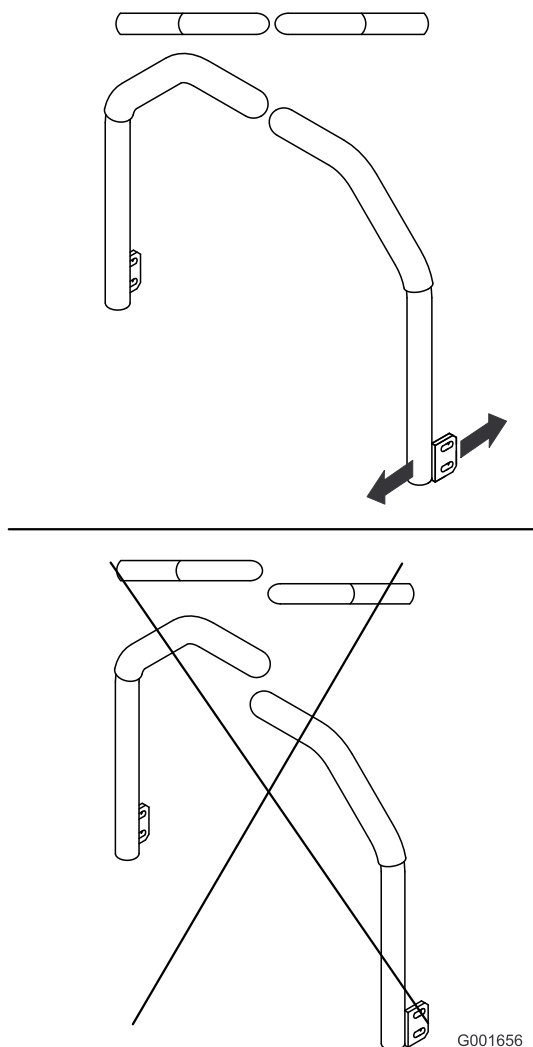

Рисунок 57
5. Отрегулируйте рычаги управления так, чтобы они были выровнены по одной линии, и затяните болты, прикрепив рычаги к стойкам (Рисунок 57).